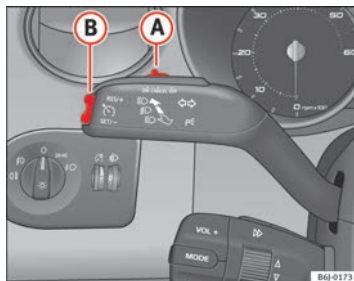

Fig. 114 Palanca de intermitentes y de luz de carretera: mando y tecla basculante para el regulador de velocidad
- Presione la parte superior de la tecla basculante **RES** ⇒ fig. 114 **(B)** para aumentar la velocidad. El vehículo acelerará mientras mantenga la tecla presionada. Al soltar la tecla quedará memorizada la nueva velocidad.
Si se reduce la velocidad programada pisando el pedal del freno, se desactiva el regulador de velocidad. Si quiere activar de nuevo el regulador, bastará con presionar una vez la parte superior de la tecla basculante **RES+** ⇒ fig. 114 (B).